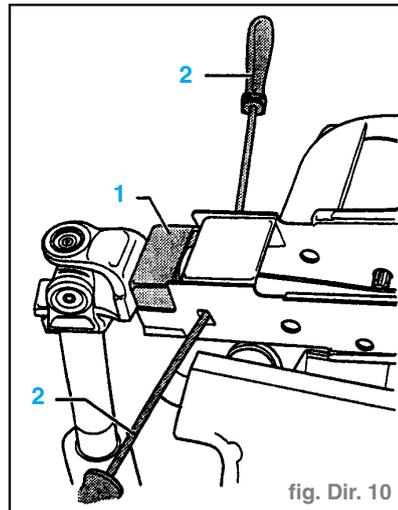

fig. Dir. 10
- À l'aide d'un tournevis à lame plate, déclipser les clips du palier (1) et expulser le palier vers le bas avec précaution. (fig. Dir. 10)